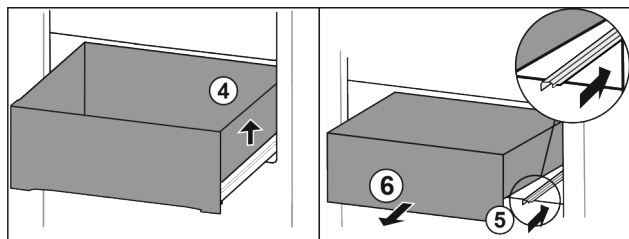

Fig. 15
- ▶ Soulever le tiroir sur la droite Fig. 15 (4).
- ▶ Rentrer le rail de droite Fig. 15 (5).
- ▶ Retirer le tiroir par l'avant Fig. 15 (6).